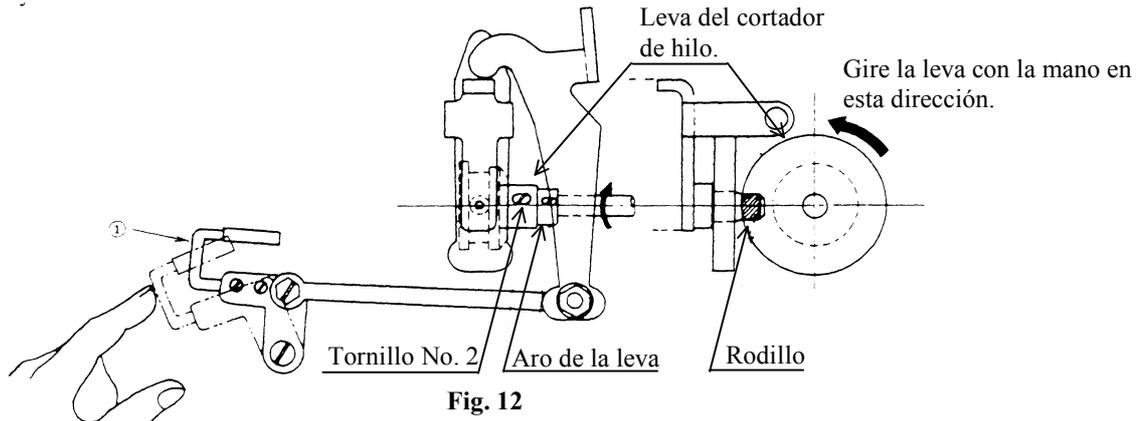
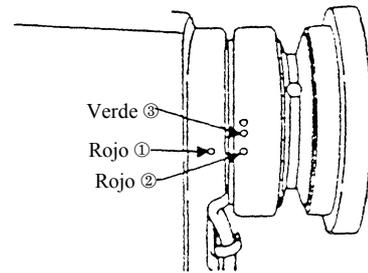

Fig. 12
Fig. 13
Incline la cabeza de la máquina, gire manualmente la perilla hasta que la palanca de elevación del hilo casi alcance la posición más alta y con el dedo oprima hacia la derecha la desmotadora tira - hilo ①. Fig. 12. Esto hace que el rodillo de la leva entre en la ranura de la leva del cortador de hilo. Manteniendo esta posición, gire la perilla en dirección opuesta a las manecillas del reloj hasta que la perilla ya no gire más. Después, ajuste la leva de sincronización de manera que el punto ① del brazo de la máquina esté alineado con el punto ② (Fig. 13) de la perilla. Esto proporciona la sincronización adecuada de la leva para utilizar hilos de algodón y sintéticos.
Afloje primero el tornillo No. 1 y después el No. 2. (Fig. 12), alinie el punto rojo ② de la perilla con el punto rojo ① del brazo de la máquina. Introduzca el rodillo de la leva en la ranura de la leva mientras se presione hacia la derecha la desmotadora tira - hilo ①. (Fig. 12). Gire manualmente la leva (no gire el eje del gancho) en la dirección de rotación opuesta a la de rotación normal del eje del gancho (ver la flecha en la fig. 12) hasta que la posición en la que la leva ya no se mueva.
Presione la leva en esa posición hacia el aro de tracción de la leva del cortador de hilo (Fig. 12) y vuelva a apretar, primero el tornillo No. 2, y después el No. 1. Si no se ha movido la leva del aro, presione el cortador de hilo hacia el aro de la leva y vuelva a apretar, primero el tornillo No. 2 y después el No. 1
- ① Alinee el punto 1 (Fig. 13) del brazo de la máquina con el punto verde 3 (Fig. 13) de la perilla.
- ② Utilice la función de inicio lento para la puntada inicial.
- 6) Alinie el punto rojo ② (Fig. 13) de la perilla con el punto rojo del brazo de la máquina.
Verifique si el disco de tensión No. 2 se desplaza 0.5 mm. (de 0.019" a 0.039") cuando la desmotadora tira hilos 1 (Fig. 12) se oprime hacia la derecha y la palanca tira hilos esté un poco abajo de la posición más alta y del prensatelas.